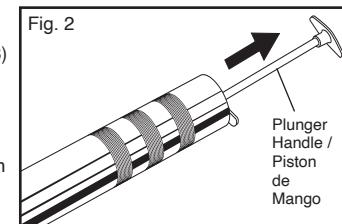

Fig. 2
2. Draw handle back fully so that the plunger rod catches and locks into place. (Fig. 2)
2. Jale completamente el mango hacia atras para que la cabeza del piston se asegure en su lugar. (Fig. 2)